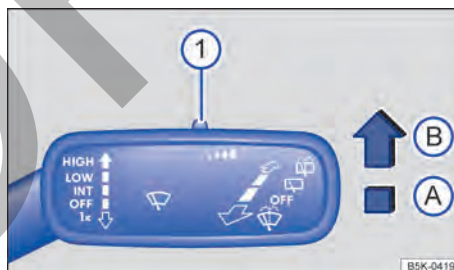

Fig. 75 A la derecha de la columna de dirección :palanca de los limpiavidrios.
Presionar la palanca a la posición deseada → **fig. 75**:
La sensibilidad del sensor de lluvia se puede ajustar manualmente con el interruptor en la palanca de los limpiavidrios → fig. 75 ① → ▲.